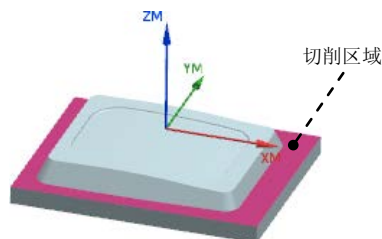

图 6.11 指定切削区域
Step2. 在图形区选取图 6.11 所示的切削区域, 单击“切削区域”对话框中的 **确定** 按钮, 系统返回到“底面壁”对话框。